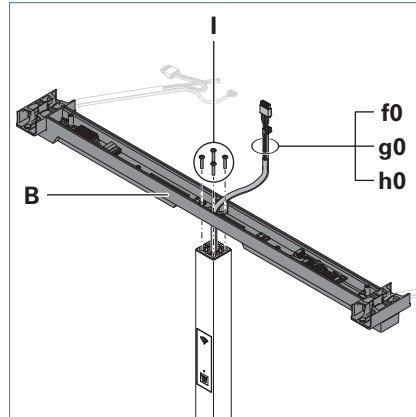

Fig. 7: Querträger auf das Standrohr montieren.
1. Führen Sie die Leitungen **f0**, **g0**, **h0** von unten durch den Querträger **B** und setzen Sie den Querträger auf das Standrohr, siehe Fig. 7.